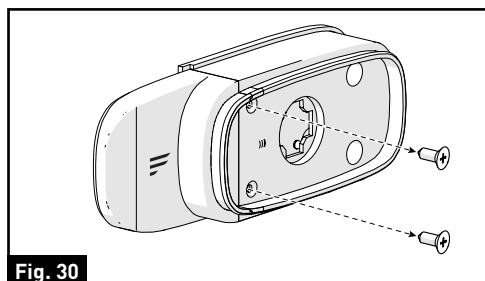

Fig. 30
3. Retirez les deux vis qui retiennent la partie décorative à l'aide d'un tournevis cruciforme et mettez-les de côté. (Fig. 30)